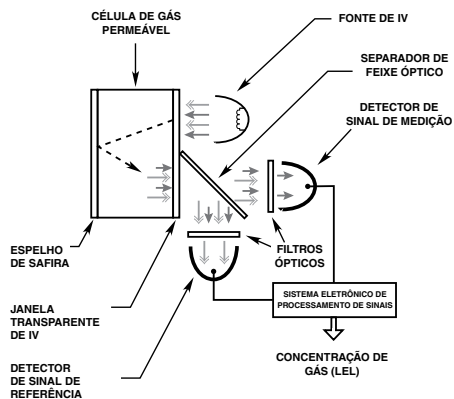

Figura 1 — Esquema de Medição para Detector de Gás por Infravermelho
Os gases hidrocarbonetos inflamáveis difundem-se por meio do conjunto do defletor de ambiente até a câmara de medição interna, que é iluminada por uma fonte de radiação infravermelha (IV). Quando a radiação IV passa pelo gás dentro da câmara, algumas extensões de onda IV são absorvidas pelo gás, e outras não. A quantidade de absorção de IV é determinada pela concentração do gás hidrocarboneto. Um par de detectores ópticos e eletrônicos associados mede a absorção. A mudança na intensidade da luz absorvida (sinal ativo) é medida em relação à intensidade da luz em um comprimento de onda não absorvido (sinal de referência). Veja a Figura 1. O microprocessador calcula a concentração de gás e converte o valor em uma saída de corrente de 4 a 20 miliampères ou um sinal variável de processamento digital, que é então comunicado ao controle externo e aos sistemas de aviso.